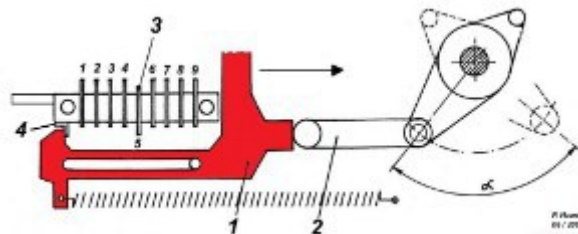

Abb. 6: Abfrage des Eingabespeichers
Beim Drücken der Motortaste oder Ziehen des Hand-Zughebels werden freigegebene Zahnstangen-Träger (1) durch einen Schieber (2) gleitend freigegeben und durch Federkraft gegen die gesetzten Eingabestifte (3) des Stiftschlittens (4) gezogen (Abb. 6).